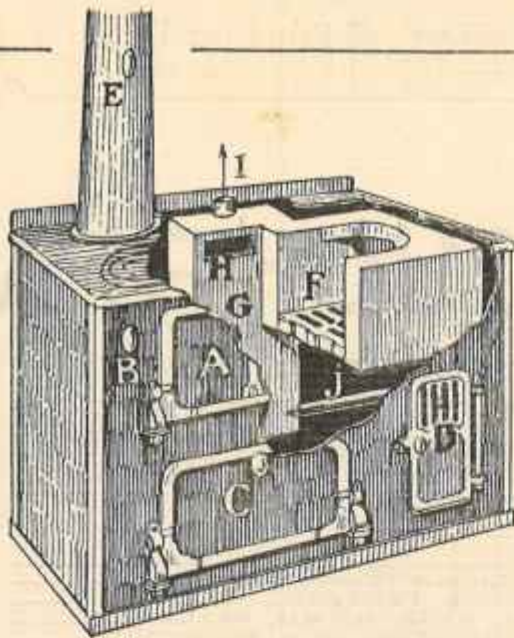
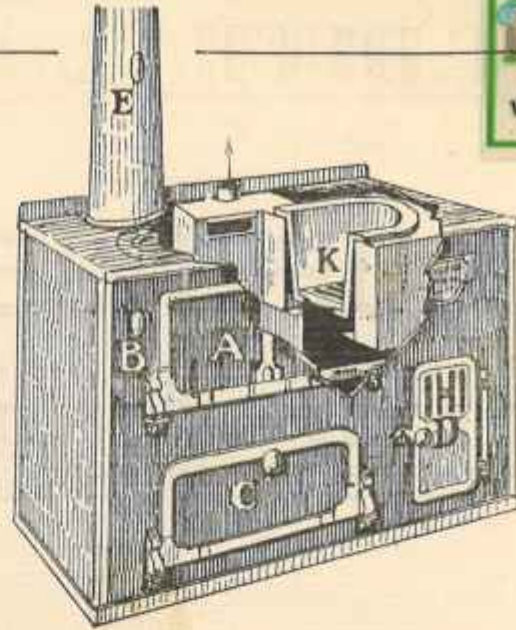

FIG. 1. Vue de L' "INDEPENDANT IDEAL" montrant la Chaudière G avec son foyer F en service d' hiver.
FIG. 2. Vue du pot de foyer amovible K placé dans le foyer F pendant la période d' été.
**L' "INDEPENDANT IDEAL"** pour le Chauffage Central par radiateurs des Appartements - Villas - et Maisons de Campagne, est construit en tôle et fonte à un seul foyer, comme l'indique le dessin ci-dessus - Fig. 1.
Une chaudière en acier à grande surface de chauffe (Fig. 1) composée d'un foyer F, à trois lames d'eau verticales et plafond; grille mobile en fonte, ce foyer est en communication avec le corps de chaudière G à quatre lames d'eau, à plongeur de fumée utilisant les gaz de la combustion - Tubulures de départ I et de retour d'eau J recevant la tuyauterie de circulation du Chauffage.
Un Pot de foyer K amovible et spécial avec sa grille demi-ronde en fonte (Fig. 2) destiné à isoler et réduire la capacité du foyer F (Fig. 1) est livré avec L' "INDEPENDANT IDEAL" du N° correspondant, pour être utilisé pendant la période d'été.
**PÉRIODE D'HIVER** - Le foyer **F** (fig. 1) assez vaste, a été calculé pour la période d'hiver, de façon que sans dépenser plus de charbon qu'il n'est nécessaire (le feu étant réglable en raison de la température extérieure) on ait un magasin de combustible pour ne faire que trois ou quatre charges par 24 heures.
**PÉRIODE D'ÉTÉ** - Pendant la période d'été les dimensions du foyer **F** sont réduites à celles d'un foyer ordinaire de cuisine, par le placement facile (une minute suffit) du Pot de Foyer spécial amovible en fonte **K** avec sa grille mobile comme l'indique la figure 2.